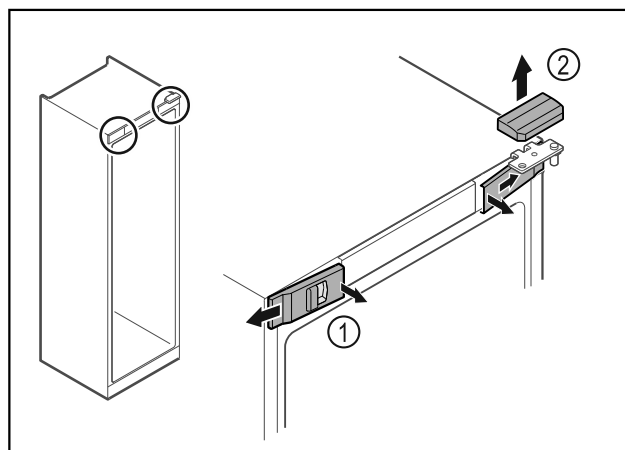

Fig. 17
- ▶ Voorste afdekkingen Fig. 17 (1) binnen ontgrendelen en naar de zijkant toe verwijderen.
- ▶ Bovenste afdekking Fig. 17 (2) naar boven toe verwijderen.